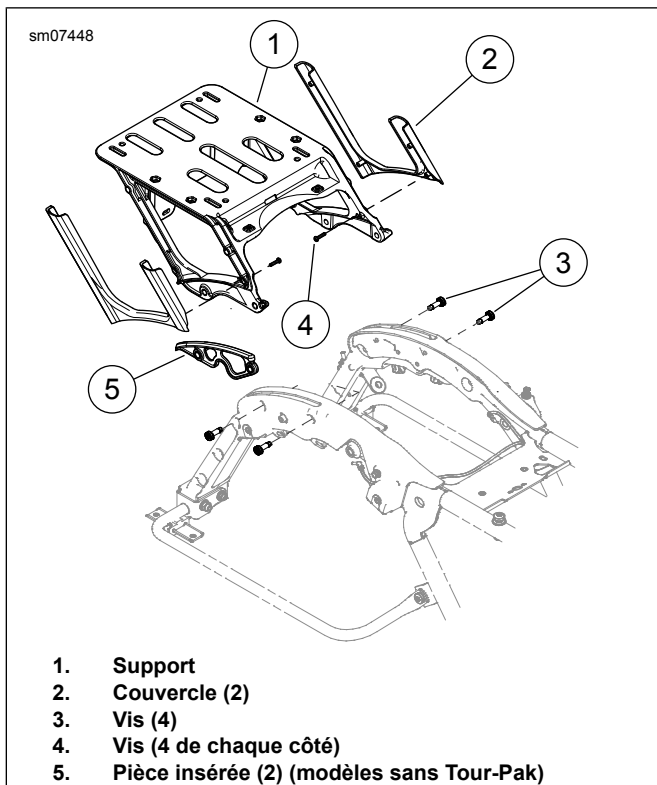
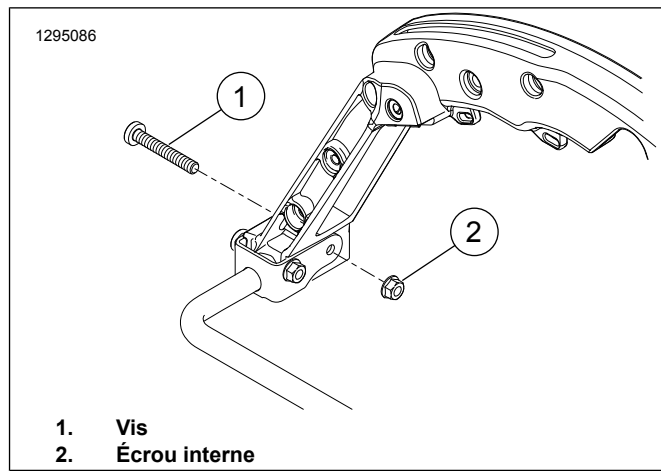
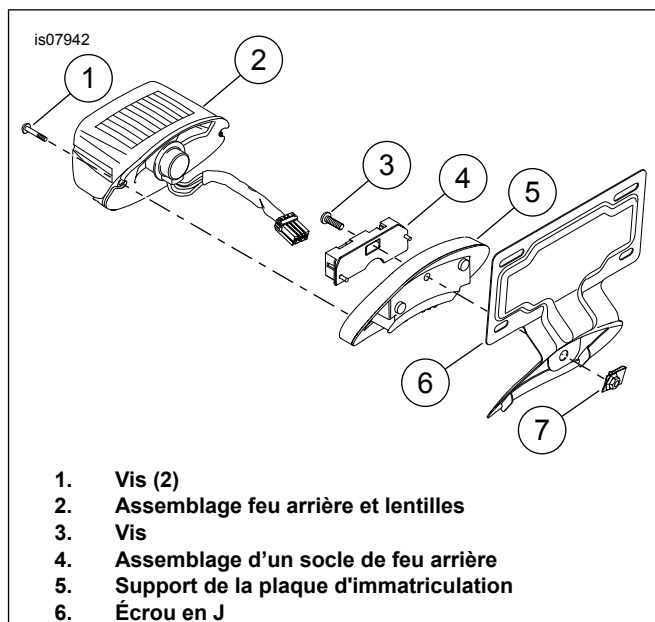

Figure 5. Support de coffre Tour-Pak
Figure 6. Retrait des vis de OE
Figure 7. Installez le support de la plaque d'immatriculation
- a. Voir Figure 5 . Retirer les connecteurs de faisceau des ancrages sur le support (1).
b. Retirer deux vis (3) de chaque côté.
7. Voir Figure 7 . Supprimez les feux arrière et leur base.
- a. Déposer les vis (1).
- b. Débranchez et retirez l'ensemble feu arrière et lentille (2).
- c. Remarquez l'emplacement des connecteurs à la base des feux arrière (4) afin de faciliter l'installation.
- e. Retirez la vis (3) et la base du feu arrière.
9. Voir Figure 6 . Retirez l'écrou intérieur droit (2). Enlevez la vis (1).
- a. Fixez le support de plaque d'immatriculation (5) sur le garde-boue.
- c. Installez le feu arrière sur le support de la plaque d'immatriculation. Attacher avec une vis (3).
- e. Raccordez le feu arrière et la lentille à la base du feu arrière. Installez le feu arrière et la lentille à la base et fixez-les à l'aide de vis (1).
4. Voir la figure 5. Repositionner l'antenne de la radio.
- a. Installez le support de repositionnement de l'antenne (2). Fixez-le à l'aide des vis (1) et de l'écrou enlevé au préalable. Serrer.